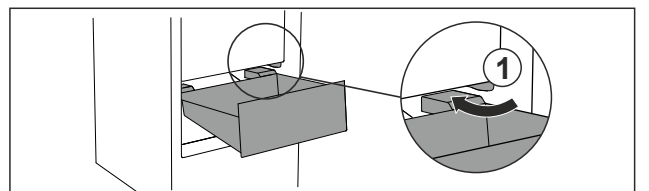

Fig. 51
► Schubfach schräg um die Stopper Fig. 51 (1) herumführen.